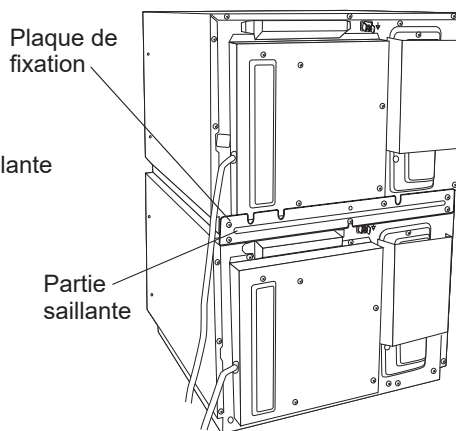

Fig. 2
4. Fixer et serrer les cinq vis (a) et la vis (b). Voir Fig. 2.